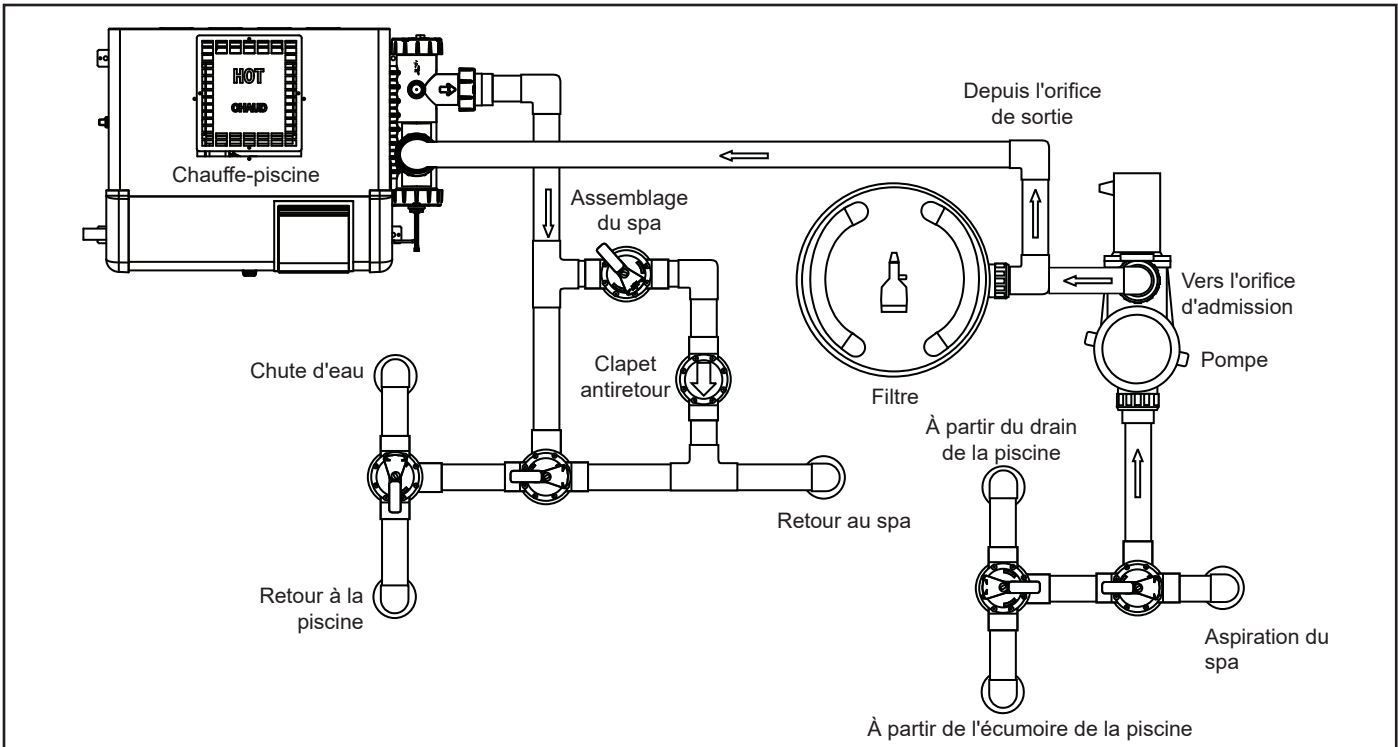

Figure 5. Plomberie de filtre à cartouche CL pour systèmes mixtes piscine/spa
3. Placer le filtre sur la dalle en béton, aligné avec les tuyaux d'admission et de sortie. Voir les Figures 5 et 5A.